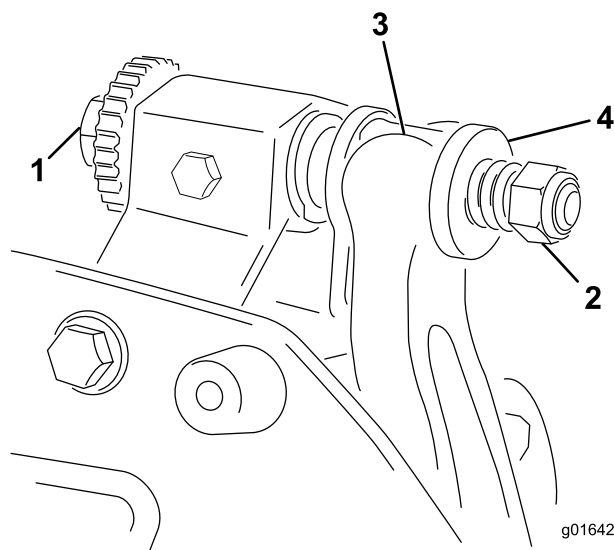

Figure 13
1. Tournez la vis de réglage de la barre d'appui dans le sens antihoraire pour éloigner la contre-lame du cylindre (**Figure 13**).
2. Faites sortir l'écrou de tension du ressort jusqu'à ce que la rondelle ne soit plus tendue contre la barre d'appui (**Figure 13**).
1. Montez l'ensemble barre d'appui/contre-lame en positionnant les languettes de montage entre les rondelles et la vis de réglage de la barre d'appui (Figure 13).